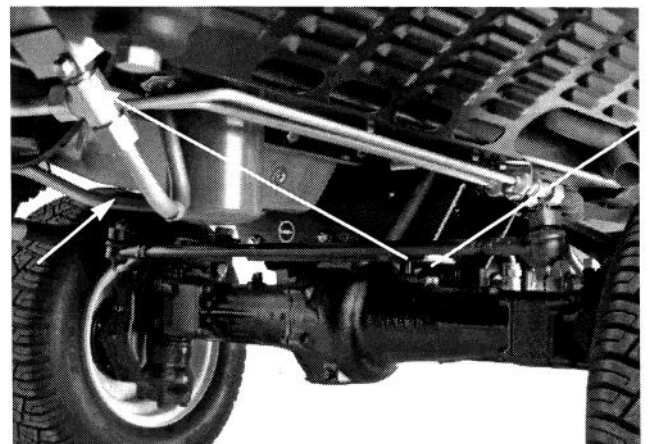
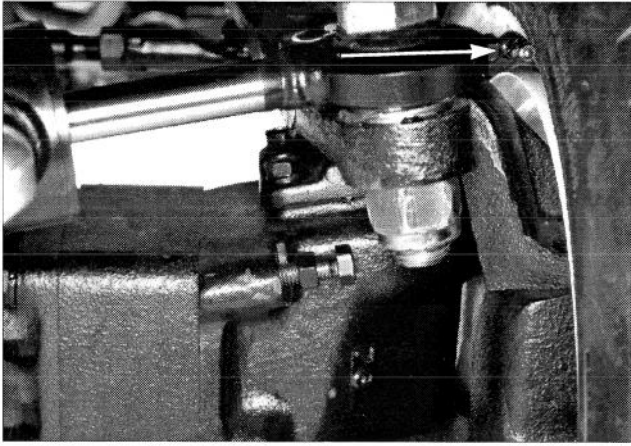

Figure 29
Figure 30
assemblages barres d'accouplement (2), pivot central (1), joints d'essieu (2) (Fig. 29); extrémités cylindre (2) (Fig. 30).